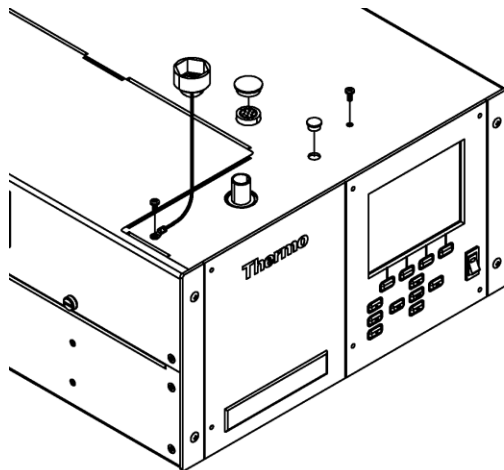

Abb. 10-6. Ausrichtung des Adapters prüfen
6. Die Abdeckungen des Geräts wieder anbringen und die Ausrichtung des Adapters durch das Loch in der Abdeckung überprüfen (Abb. 10-6). Gehen Sie sicher, dass Sie die alte Staubschutzkappe und die große Lochabdeckung entfernen.